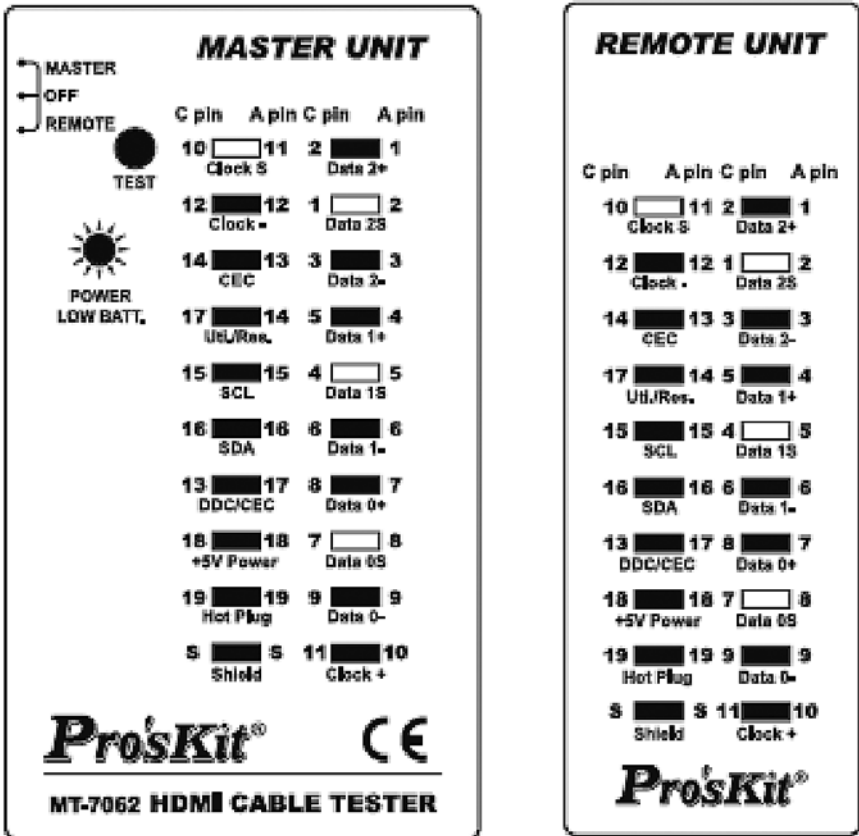

Рис. 7. Обрыв провода (Open)
- Обрыв провода (Open): светодиоды на основном блоке и модуле для удаленного контроля блока с номерами этих проводов не светятся (рис. 7.).
- Обрыв провода (Open): светодиоды на основном блоке и модуле для удаленного контроля блока, если провода не имеют связи с разъемом, то индикаторы с номерами этих проводов не светятся. Остальные индикаторы на основном блоке и модуле для удаленного контроля блока будут включаться поочередно. Пример такой неисправности для кабеля HDMI A-A с обрывом цепей проводов 2, 5, 8 и 11 и для HDMI (тип А) — Mini-HDMI (тип С) с обрывом цепи проводов 1, 4, 7 и 10, а также для кабеля Mini-HDMI C-C с обрывом в цепи проводов 1, 4, 7 и 10 приведен на рис. 7.